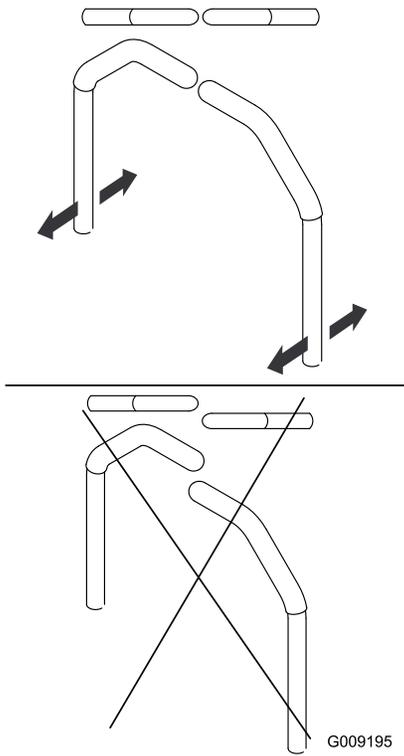

Figura 50
7. Alinee las palancas en el sentido adelante/atrás acercándolas a la posición de PUNTO MUERTO, y moviéndolas hasta que estén alineadas; luego apriete los pernos (Figura 50).